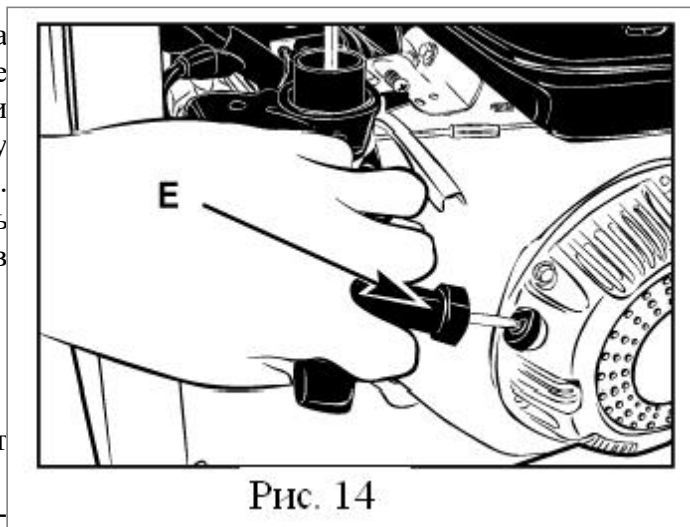

Рис. 14
4. Медленно потяните за ручку стартера Е (см. рис. 14), пока не почувствуете сопротивление, затем плавным и резким движением вытяните ручку стартера, чтобы запустить двигатель. Не позволяйте ручке отскакивать назад, дайте ей медленно вернуться в исходное положение.